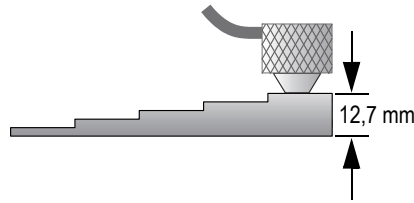

Figure 5-4 Étalonnage de la vitesse de propagation de l'onde ultrasonore à l'aide d'un bloc étalon à 5 gradins – Partie épaisse
- b) Placez la sonde sur le gradin épais du bloc étalon en appliquant une pression de modérée à ferme (voir la Figure 5-4 à la page 70).